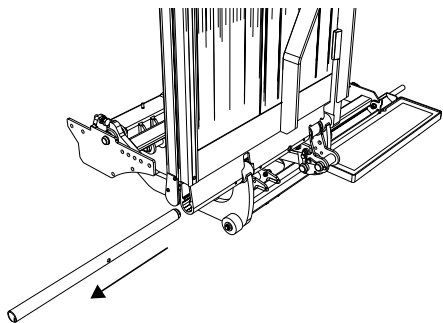

Bild 12. Skjut ur axeln ur bryggan
6. Skjut ur axeln ur bryggan, se Bild 12.